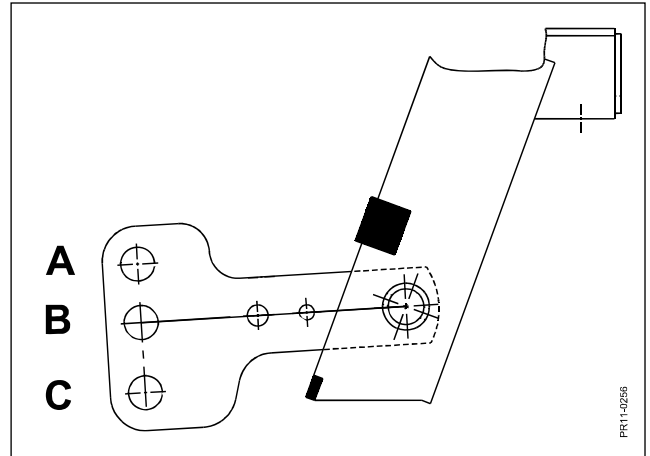

Fig. 3-2
- Fig. 3-2 3) Die Maschine an die Unterlenker des Schleppers kuppeln. Das mittlere Loch **B** in dem Schwenkarm am linken Kupplungspunkt wählen.